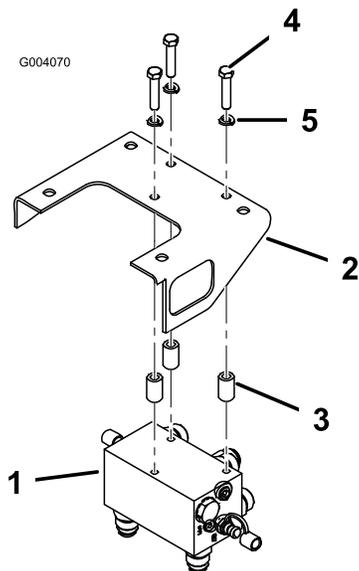

Figura 5
4. Monte o conjunto do coletor na estrutura inferior do coletor com 3 parafusos (¾ x 1¾ pol.), 3 anilhas de segurança (¾ pol.) e 3 espaçadores. Posicione os espaçadores entre a estrutura e o topo do coletor. O coletor deve ser posicionado para que as uniões apontem para a traseira e para baixo (Figura 5).